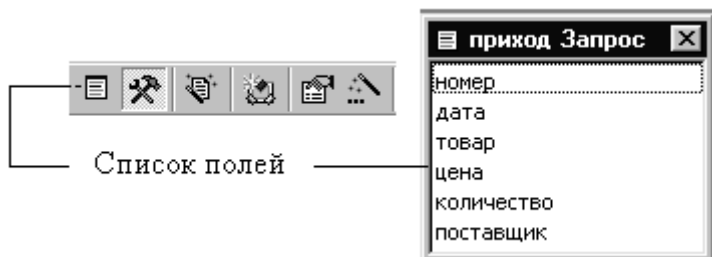

Рис. 57. Список полей
5.3. Создание формы «приход». В разделе «Формы» окна базы данных нажмем кнопку «Создать», в диалоге выберем ленточную форму, в качестве источника данных возьмем «приход Запрос» и выберем для формы все поля источника! Сохраним форму, дав ей имя «приход». То, что имя формы совпадает с именем таблицы, не должно нас беспокоить. Мы могли, конечно, пойти по проторенной дорожке, создав форму «в столбец», а затем связав ее с ленточной формой, но хотя бы для разнообразия поступим иначе. Откроем форму в рабочем режиме и посмотрим, что нам в ней не нравится. Для некоторых полей система выделила слишком много места, а для других места явно не хватает. Поле «номер» (вместе с подписью к нему) можно без ущерба для содержания удалить из формы. Полезно разместить в примечании формы кнопку выхода. Перечисленные манипуляции не должны вызывать у нас каких-либо затруднений, мы их не раз проделывали. Но иногда также при построении формы в автоматическом режиме игнорируются созданные нами подстановки и форма выглядит, как на рис. 56. Как видно на рисунке, вместо названий товаров и поставщиков представлены только их коды. Чтобы устранить подобный дефект, нужно развернуть «Список полей» (рис. 57) с панели инструментов «Конструктора форм».